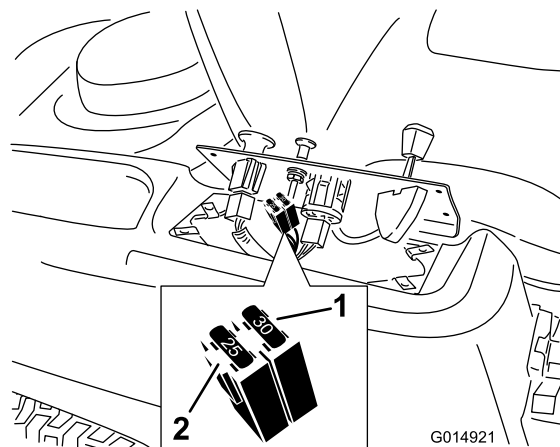

Figure 36
2. Soulevez le panneau de commande pour accéder au faisceau de câblage principal et à la boîte à fusibles (Figure 36).
3. Pour remplacer un fusible, tirez dessus pour l'enlever (Figure 36).